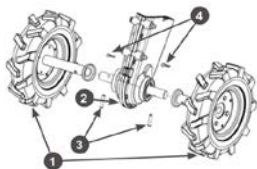

Рис. 3 Установка колес
3. Установите колеса 1с осями в сборе на выходной вал коробки передач 2 (Рис. 3). Закрепите оси пальцами 3 и шплинтами 4 (Рис. 3).